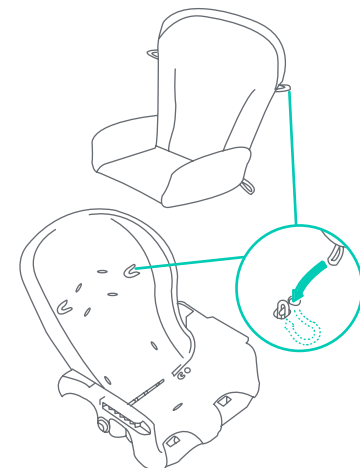

Fig. 21
- 21) • Sujete con un lazo la aleta de la parte posterior de la almohadilla a la parte superior del respaldo del asiento. Sujete la almohadilla del asiento al respaldo del asiento con dos lazos elásticos. Éstos se ajustan a las lengüetas de sujeción ubicadas cerca de las ranuras superiores del arnés (Fig. 21).